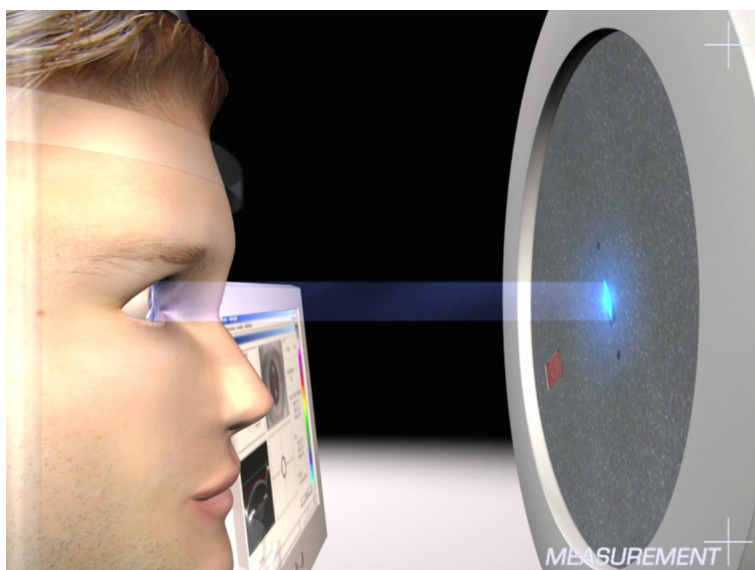

Fig.10: Lumière du biomicroscope sur la cornée
8. Observez l'œil à examiner du patient depuis un côté et vérifiez que la lumière bleue du biomicroscope éclaire la cornée (→ Fig. 10 (page 33)).